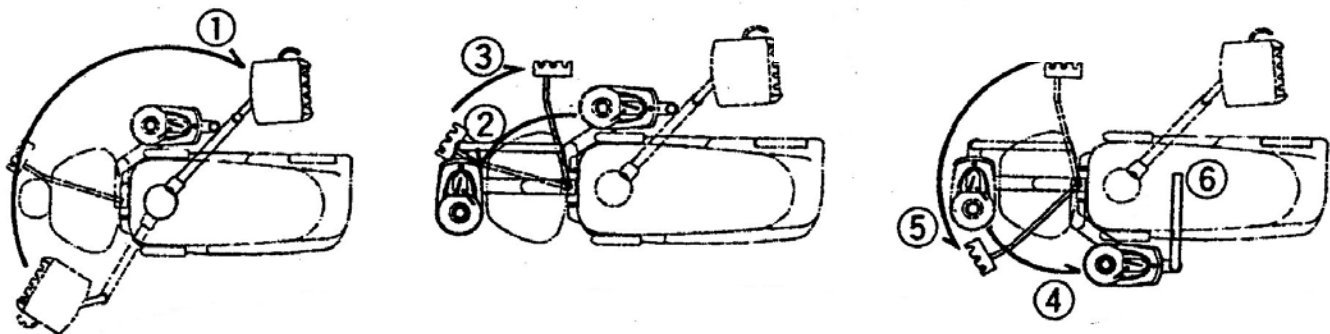

Fig 5-2 Positions de la tablette unit du crachoir et du scalytique
- 1) Amener le fauteuil en position ①
- 2) Positionner la tablette unit en butée (devant le crachoir) (fig 5-2)